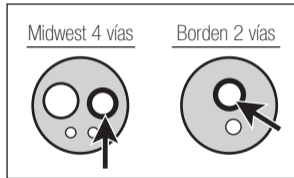

Fig. 10
- 3) Inserte la boquilla de pulverizador en el conducto de aire de accionamiento de la pieza de mano. (Fig. 10) Sostenga la pieza de mano y el pulverizador durante 2-3 segundos. Aplique lubricante al menos durante dos segundos, hasta que salga por la parte delantera de la cabeza.
- 2) Aplique 1-2 gotas de aceite de lubricación en el puerto de conducción de aire tal y como se muestra en la Fig. 10.